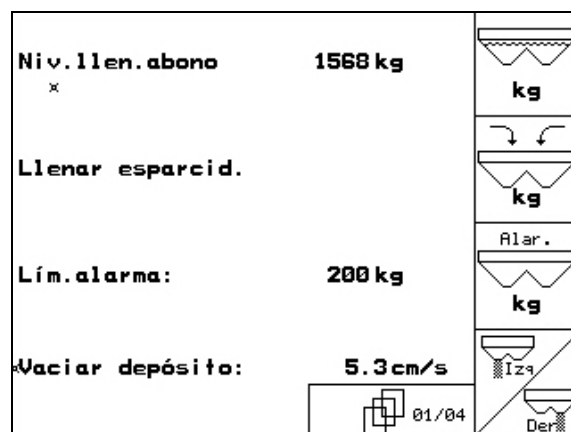

Fig. 67
- En el menú Datos de la máquina, página uno  (Fig. 67).
Confirmar la dosis de abono añadida (Fig. 67).